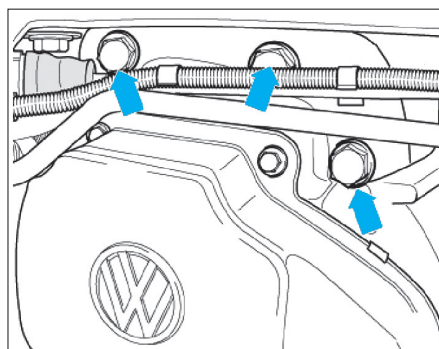

Fig. 2
- Retirer le circlips (3) du levier de renvoi et déposer le levier de renvoi.
- Déposer la vis (4) puis le levier de commande des vitesses (5).
- Retirer la conduite (6) du cylindre récepteur du support (voir (Fig.2) chapitre "Boîte de vitesses (02T)").
- Déposer les vis (7) du contre-palier puis le déposer.
- les vis de fixation du support gauche de boîte de vitesses (Fig.2),